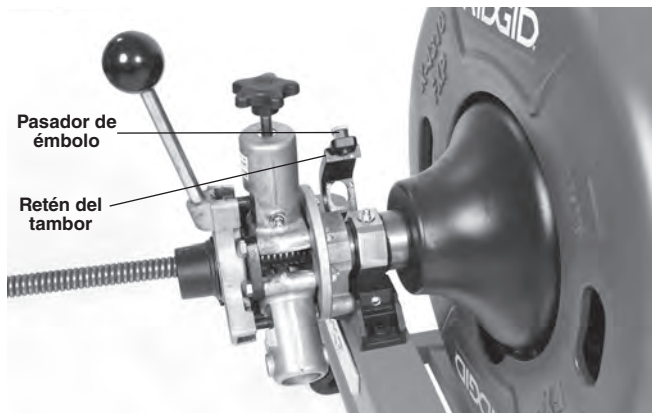

Figura 8 – Apertura del retén del tambor
1. Jale el pasador de émbolo y abra el retén del tambor (*Figura 8*).